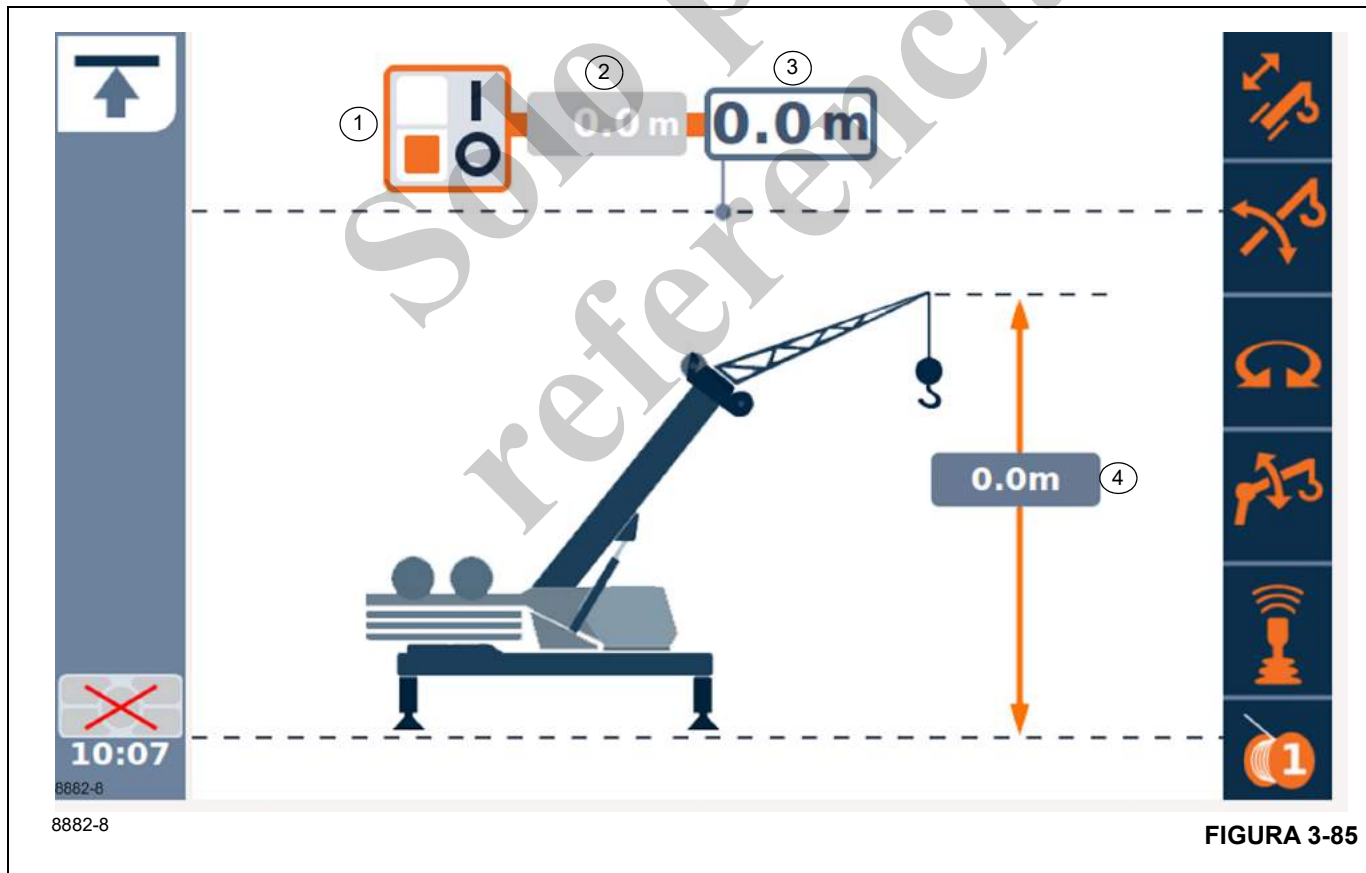

FIGURA 3-85
El menú de altura total (Figura 3-85) le permite al operador establecer un límite para la altura máxima de la pluma.
2. Seleccione el menú de altura total (Figura 3-85) en la pantalla de menú principal.
3. Use la función de flecha derecha para resaltar el símbolo de habilitar (1), (Figura 3-85).
1. Seleccione la vista del menú de altura total (Figura 3-85) en la vista de menú principal.